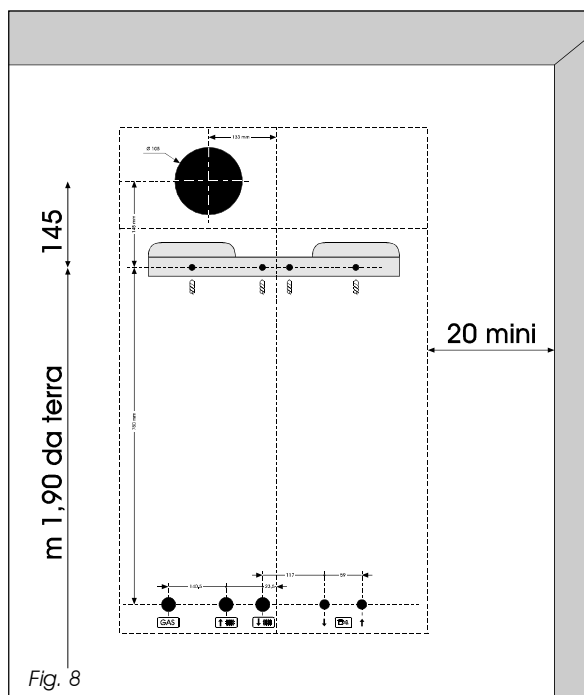

Fig. 8
- Mantenere una distanza minima da filoterra alla cappa fumi di m 1,80 (**TWIN C**). Questa condizione è soddisfatta se la staffa di supporto è fissata a m 1,90 da terra. (**fig.8**)